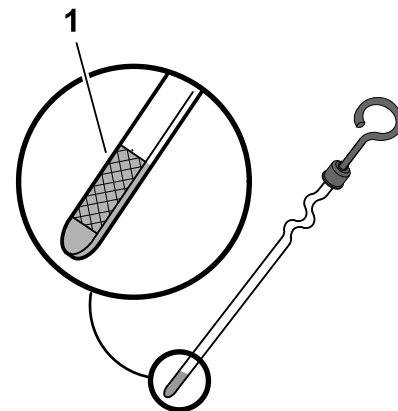

Figura 30
4. Introduceți joja complet în tubul acesteia (Figura 30).